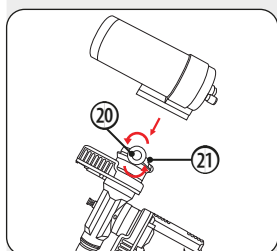

Fig. 14: Anbringen des Optik-
7.4. OPTIKTUBUS ANBRINGEN (FIG. 14)
1. Lösen Sie die Klemmschraube (20) an der Schwalbenschwanzführung (21) der Montierung und drehen Sie diese soweit heraus, dass sie die Schwalbenschwanzführung nicht blockiert. (Fig. 14, I)
3. Ziehen Sie die Klemmschraube (20) so fest an, dass der Optiktubus fest in der Tubusschiene fixiert ist und nicht herausrutschen kann.